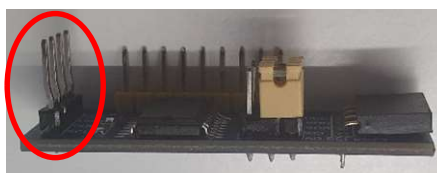

Figura 13 - Plástico Encostado na Placa
2. Cuidadosamente, com o auxílio de um alicate, empurre a o plástico dos pinos para baixo, até ficar encostado na placa, ficando com o aspeto da Figura 13.